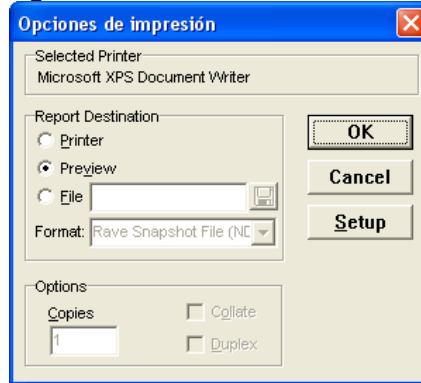

Figura 5.140. Opciones de impresión
- Imprimir los resultados (botón inferior derecha en cualquiera de las hojas de resultados), al pulsar *imprimir* en los resultados del cálculo, el programa ofrece (Figura 5.140) la posibilidad de imprimir directamente el archivo en la impresora predeterminada (botón *printer*) o previsualizarlo (botón *preview*) antes de imprimir (Figura 5.141) o cambiar las opciones de impresión (botón *setup*). Se pueden imprimir todas las ventanas de resultados con todas sus imágenes explicativas. En cada impresión aparece el título del proyecto (*título de la línea* introducido en *datos del proyecto*).
También podemos imprimir el archivo en formato PDF si marcamos la opción *file* (Figura 5.140) donde indicamos la ruta donde queremos guardar el archivo en .pdf y en *format* elegimos el formato PDF.